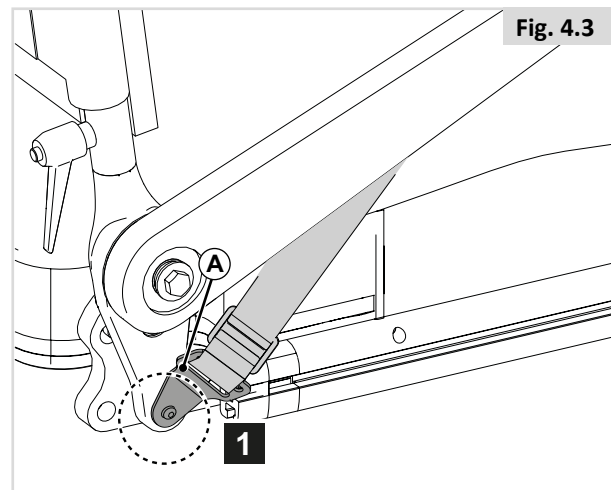

Fig. 4.3
1. Befestigen Sie (A) links und rechts mit einer Schraube am Sitzrahmen. (Fig. 4.3)